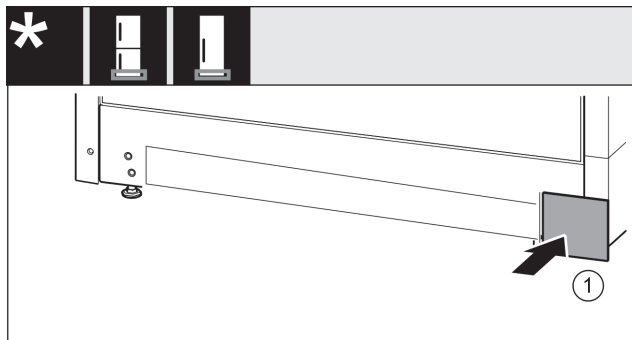

Fig. 32
- Pokrov Fig. 32 (1) ponovno namestite na drugi strani.